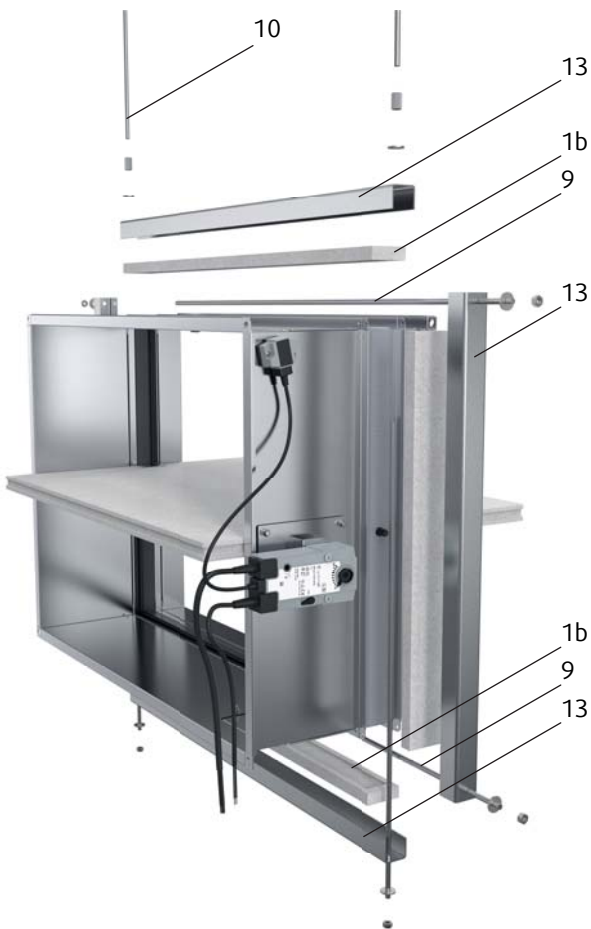

Fig. 29: Förbereda brandspjäll PKIS3G för installation
**(Gäller endast PKIS3G - see Fig. 29)**